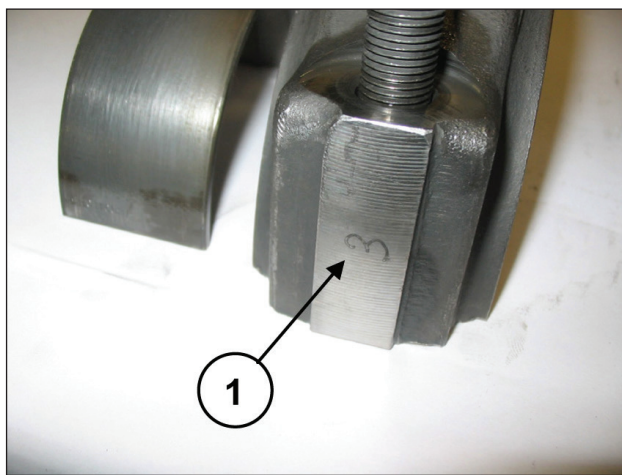

Fig. 25
Per evitare possibili errori cappelli e semibielle sono stati numerati su un lato (pos. ①, Fig. 25).